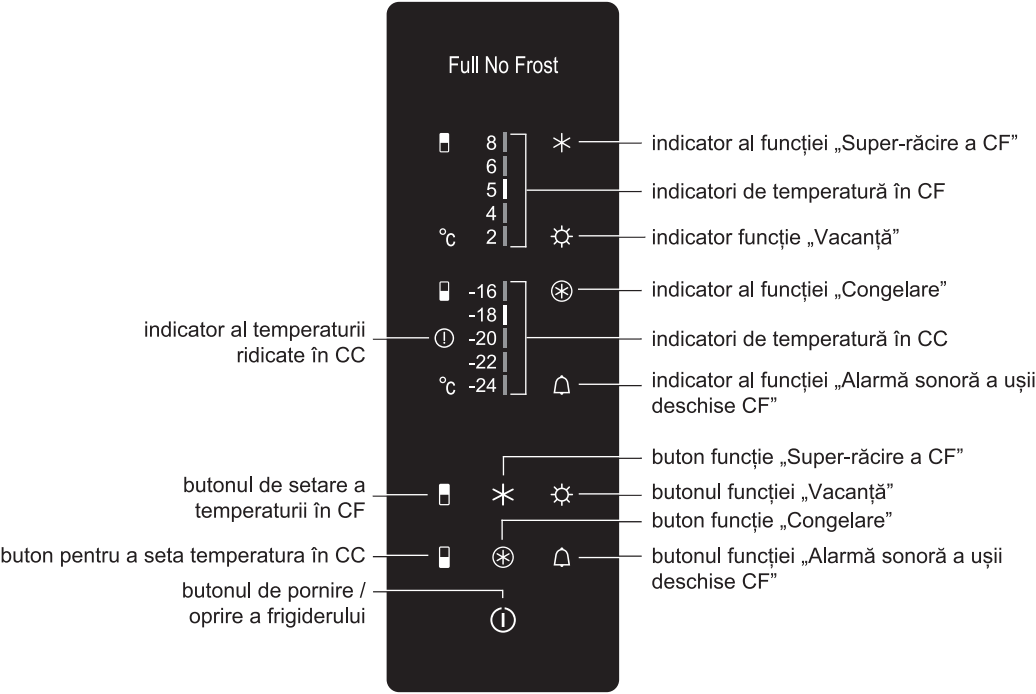

Figura 3 — Bloc gestionare
1.3 Pe ușa frigiderului este prevăzută o unitate de control electronică în conformitate cu figura 3, care vă permite să setați temperatura în compartimente, să porniți / să opriți frigiderul, să porniți funcțiile și să indicați lumina.
2.1.1 Unitatea de control în conformitate cu figura 3 are indicatoare și butoane de control (denumite în continuare butoane).
2.1.3 Indicatorii de funcționare a frigiderului sunt afișați pe unitatea de control (evidențiată condiționat în figura 3). Indicatorii indică temperatura selectată și indică includerea funcțiilor.
2.5.1 Funcția este activată prin atingerea butonului corespunzător – indicatorul funcției se aprinde în conformitate cu figura 3. Când butonul este atins din nou, indicatorul se stinge, funcția se oprește.